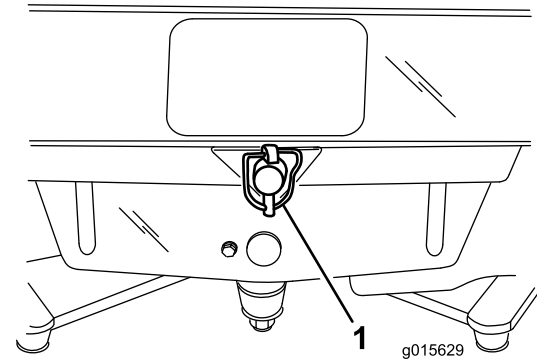

Figura 15
13. Prenda a traseira da estrutura ao pino de suporte com o pino de desconectar (Figura 15).